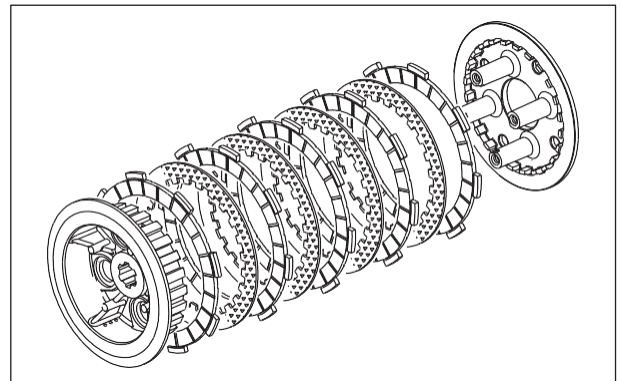

Fig. 3.13
- Retire el conjunto de los discos del clutch (5 unidades), los discos separadores (4 unidades) junto con el portadiscos y el presionador. (Fig. 3.13)